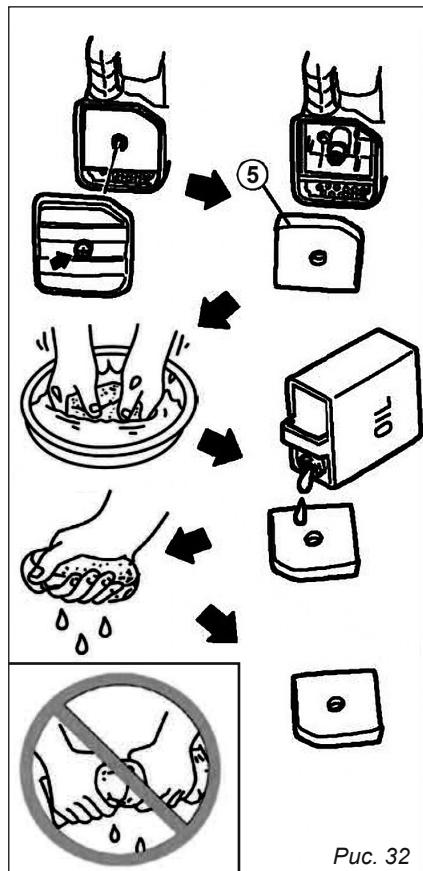

Рис. 32
При обнаружении любых дефектов фильтрующий элемент **⑤** заменить новым оригинальным, рис. 32.